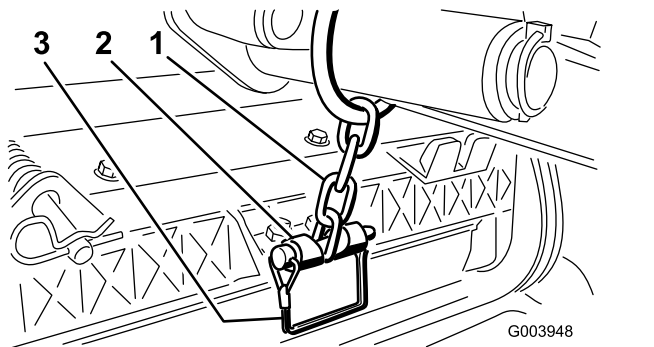

Рисунок 10
13. Прикрепите цепь подъемного рычага к кронштейну цепи с помощью стопорного штифта (Рисунок 10).